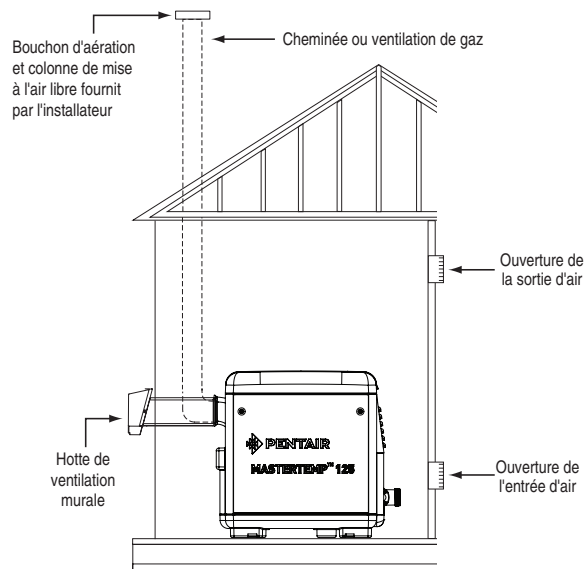

Figure 20.
VENTILATION HORIZONTALE OU VERTICALE - PRESSION POSITIVE (Voir les figures 20, 21, et 22)**(Catégorie III)**
6. **Terminaison d'évacuation - Verticale** (Voir les figures 20 et 21), pour la hauteur de la terminaison d'évacuation au-dessus du toit. Utiliser une terminaison d'évacuation homologuée et spécifiée dans les codes locaux et selon les directives du fabricant. Une terminaison d'évacuation doit être verticale. Au Canada, l'emplacement du couvercle de terminaison doit être à un minimum de 4 pieds (1,2 m) de distance horizontalement des compteurs électriques, des compteurs de gaz, des régulateurs et des soupapes de sécurité.